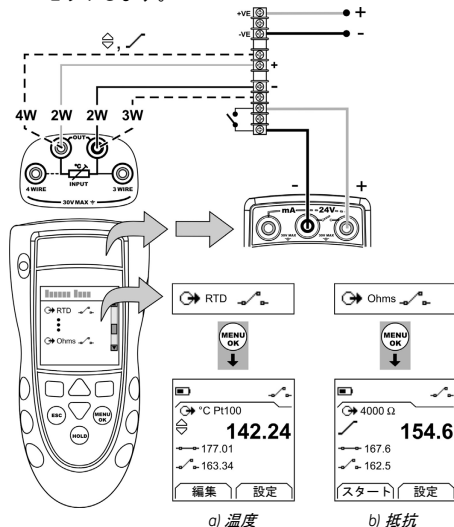

図6：構成例 - スイッチ テスト
1. 本計器を接続し (図 6)、必要に応じてセットアップ (表 1) を行います。